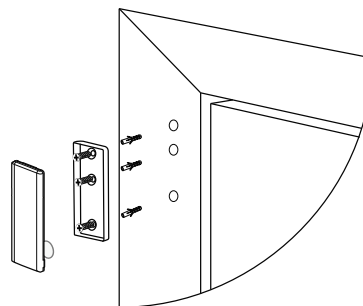

Abbildung 5: Schraubmontage des Gerätes
2. Schrauben Sie den Gerätefuß auf den Türrahmen. Siehe Abbildung 5.